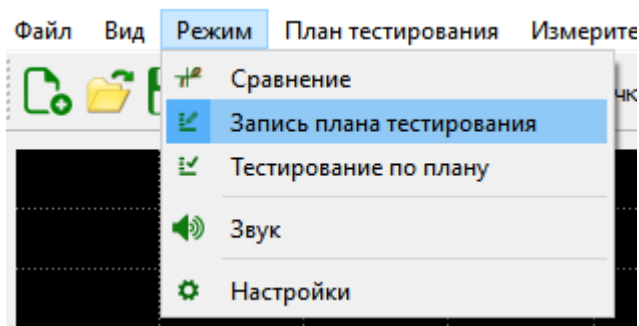

Рисунок 18. Внешний вид вкладки Режим
- Во вкладке "Режим" -> "Запись плана тестирования" можно создать план тестирования, для снятия ВАХ эталонной платы (рисунок 18). Более подробная инструкция по работе с планом тестирования описана в разделе 6.3.
1. Для создания плана тестирования, перейдите во вкладку "Режим" -> "Запись плана тестирования" (рисунок 18) или нажмите на иконку  на верхней панели.
1. Для использования плана тестирования перейдите во вкладку "Режим" -> "Тестирование по плану" (рисунок 18).или нажмите на иконку  на верхней панели.